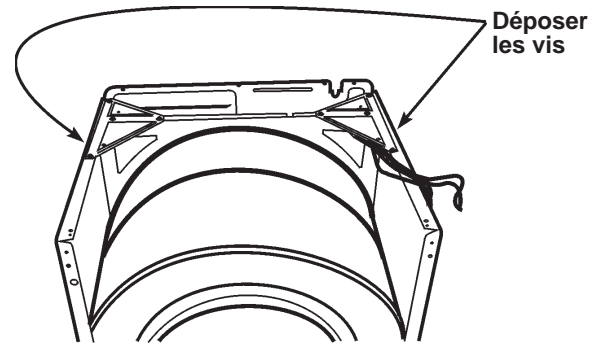

Figure 1
1. Déposer la vis avant de chaque renfort, en haut de la carrosserie. Voir la Figure 1.